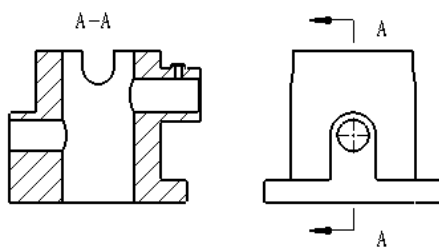

图 4.5.5 全剖视图
全剖视图是用剖切面完全地剖开零件得到的剖视图。下面以图 4.5.5 所示的全剖视图为例, 说明创建全剖视图的一般操作步骤。
Step4. 放置视图。在父视图的左侧放置全剖视图, 结果如图 4.5.5 所示。